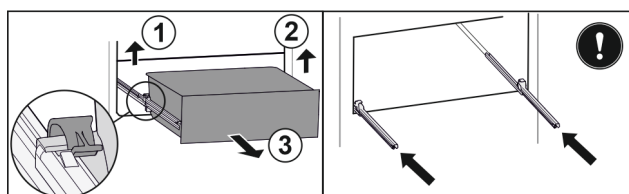

Fig. 80
- ▶ Soulever la bride gauche et tirer dans le même temps la partie gauche du tiroir vers l'avant. Fig. 80 (1)
- ▶ Soulever la bride droite et tirer dans le même temps la partie droite du tiroir vers l'avant. Fig. 80 (2)
- ▶ Retirer le tiroir par l'avant. Fig. 80 (3)